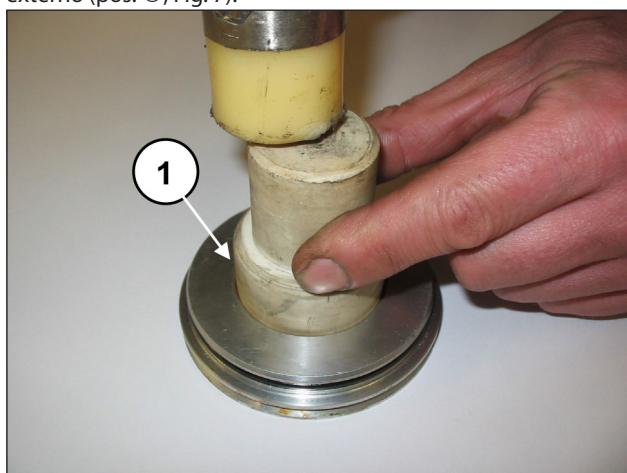
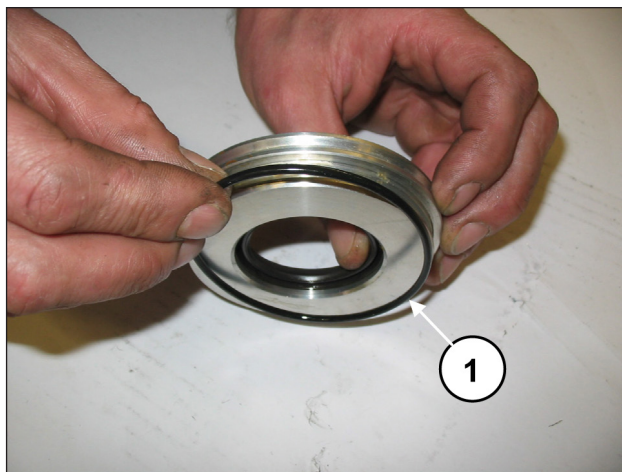

Fig. 6
Fig. 7
Extraia o anel de vedação radial (pos. ①, Fig. 6) e o anel circular externo (pos. ①, Fig. 7).